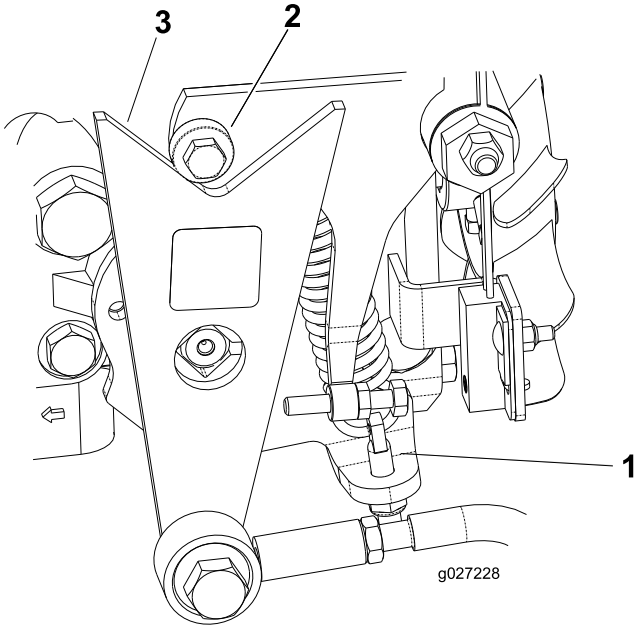

Figure 43
- Si les roues tournent dans le bon sens, arrêtez le moteur et réglez le contre-écrou de la goupille de réglage du ressort (Figure 43). Réglez le point mort de la transmission ; voir Réglage du point mort de la transmission aux roues (page 37).